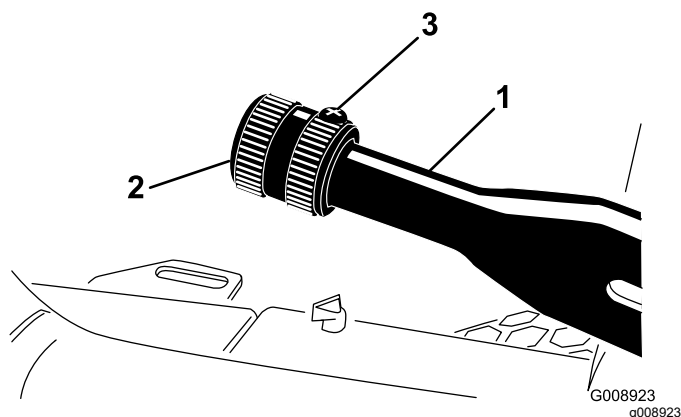

Figura 59
2. Desaperte o parafuso de afinação que fixa o manípulo à alavanca do travão de estacionamento (**Figura 59**).